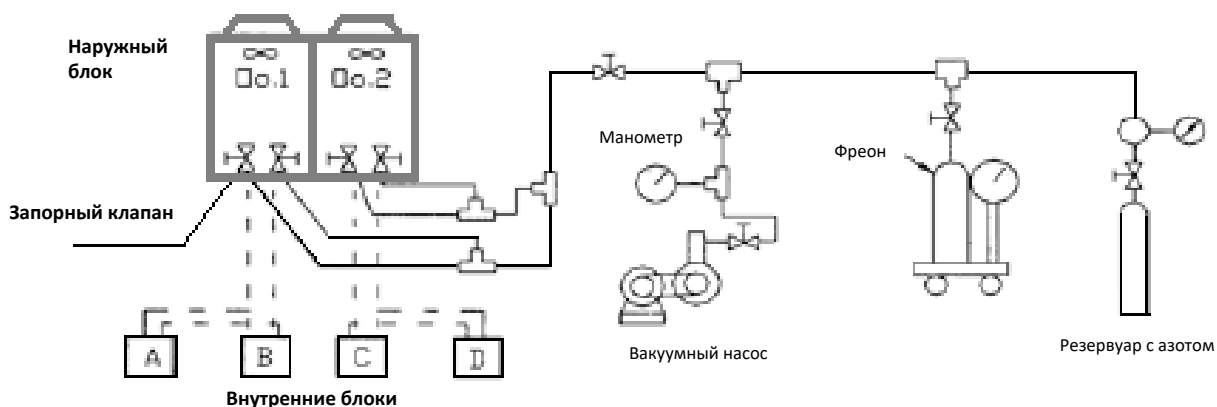

Рис.2.6- Схема подключений при проверке на герметичность
- Подсоедините шланги манометрического коллектора к портам газовой и жидкостной трубы (см.рис.2.6).